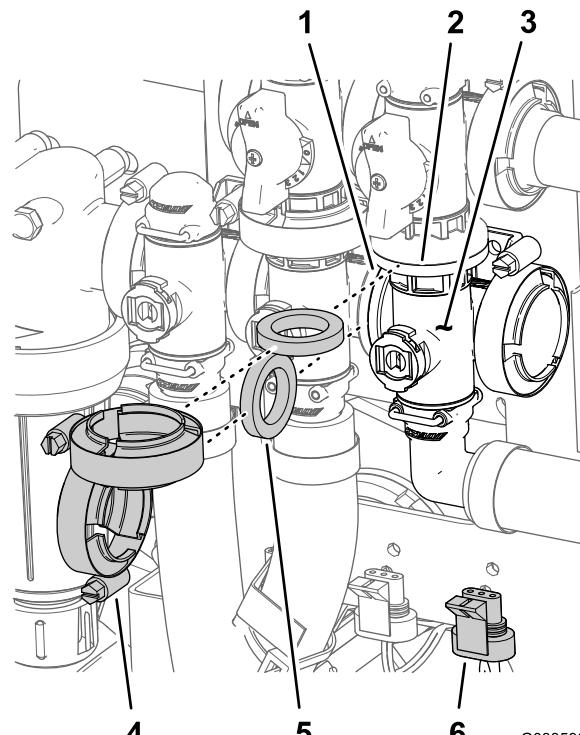

Figure 117
1. Retirez les colliers à bride et les joints qui fixent le collecteur de la vanne maîtresse des rampes (Figure 117) à la vanne de dérivation de la vanne maîtresse, la vanne d'agitation et le raccord coudé à bride à 90° (au bout du flexible du débitmètre).